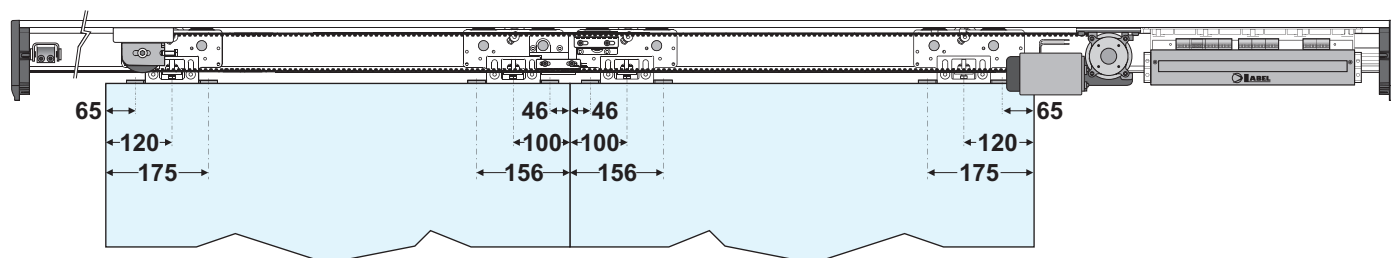

FIG.11
- Fixer la partie mobile démontée "C" sur le cadre à la distance indiquée à la figure 11, s'il n'y a pas d'électroblocage, ou à la figure 12, s'il y a un électroblocage.
- Régler la hauteur de la roue d'épaulement à l'aide de la vis de réglage (D) de sorte que la roue effleure la partie supérieure intérieure de la traverse, mais sans exercer aucune pression.